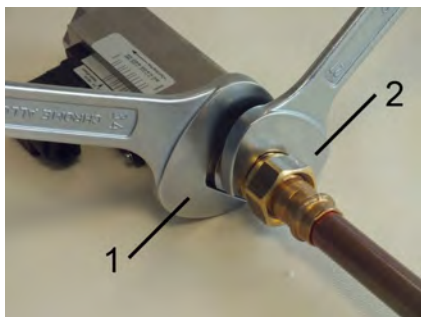

Abb. 12: Gerät einschrauben
- Mit passendem Maulschlüssel (Abb. 12/2) die Übergangverschraubung der Rohrleitung eindrehen. Dabei die Geräteverschraubung mit einem passendem Maulschlüssel (Abb. 12/1) gegenhalten